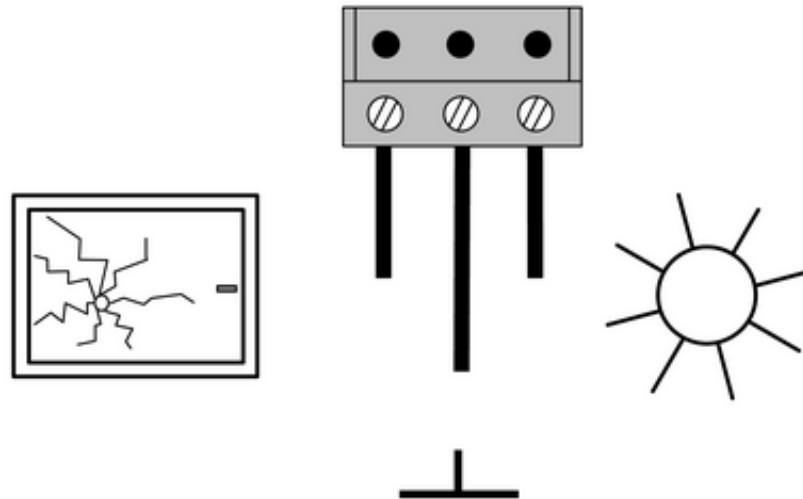

Bild 10: Anschluss an Klemmenblock
- Sensorik nach Anschlussbild (Bild 10) anschließen. Die Sensorleitungen haben folgende Kennzeichnung: